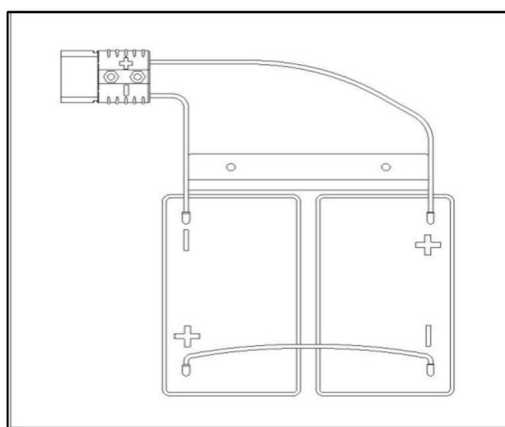

FIG. 4 — Ligação das baterias
NOTA: A máquina funciona a 24 V com duas baterias de 12 V ligadas em série (32 Ah recomendados) ou com uma bateria de lítio de 24 V. Efetue a cablagem conforme a FIG. 4.
- 1) Desbloqueie o compartimento da bateria com o fecho (21).
- 2) Ligue o cabo da bateria conforme indicado na FIG. 4 e fixe-o à bateria com os parafusos.
- 3) Introduza a bateria no compartimento (22).